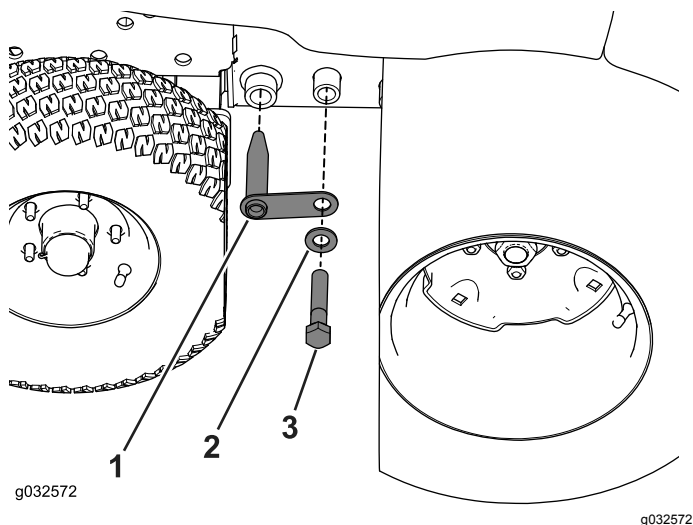

図 69
4. カップラリンク、ボルト $\frac{3}{4}$ " x 4"、ワッシャを使って、冬用フレームを機体フレームに固定する 図 69。